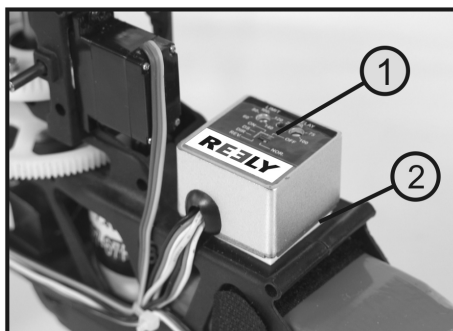

Bild 19
Damit der Kreisel (1) das Heck des Hubschraubers stabilisieren kann, ist es zwingend erforderlich, dass er schwingungsgedämpft, aber fest mit dem Chassis verbunden ist. Deshalb wurde zur Befestigung des Kreisels auf der Montageplattform doppelseitiges Schaumstoff-Klebeband verwendet (siehe Bild 19, Pos. 2).